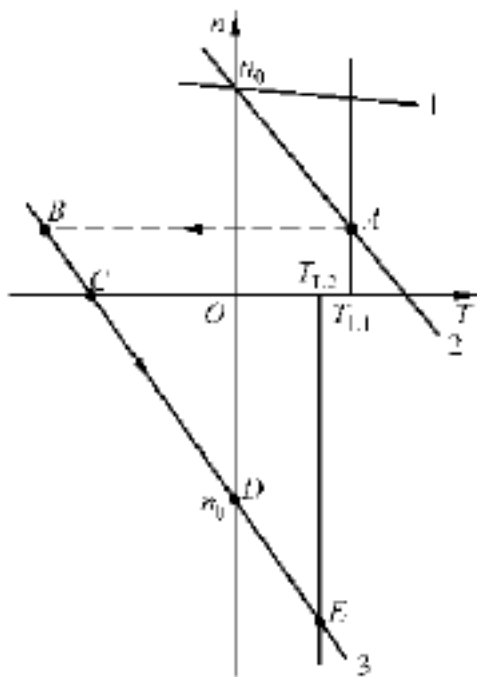

图 4.5
答 当电枢接额定电压、电枢回路串入电阻时拖动重物匀速上升,电机运行于正向电动状态;若把电源电压突然倒换极性后,电动机最后运行于反向回馈制动状态,重物匀速下放。机械特性如图 4.5 所示,其中曲线 1 为固有机械特性,曲线 2 为电枢电压等于额定值、电枢回路串电阻的人为机械特性,曲线 3 为电枢电压反接后电枢回路串电阻的人为机械特性。反接电源电压之前,匀速提升重物的工作点为 A,反接后稳定运行的工作点为 E。从 A 到 E 中间经过: (1) B—C, 反接制动过程; (2) C—D, 反向升速, 属反向电动运行状态; (3) D—E, 继续反向升速, 属反向回馈制动运行状态。